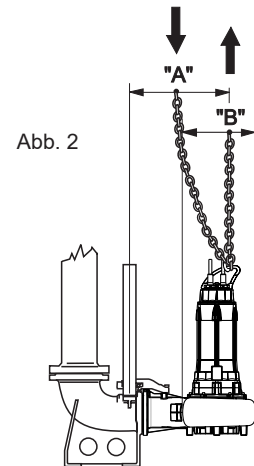

Abb. 2
- 1.5. - Wenn Sie die Elektropumpe aus ihrem Sitz entfernen möchten, trennen Sie zunächst die Stromkabel vom Bedienfeld und heben Sie sie an, wie auf Seite 59 angegeben (Abb.2). Waschen Sie die Elektropumpe mit einem sauberen Wasserstrahl von innen und außen, um eventuelle Rückstände der gepumpten Flüssigkeit zu entfernen. Achten Sie darauf, eine Schutzbrille, Gummihandschuhe, einen Mundschutz und eine wasserdichte Schürze zu tragen.